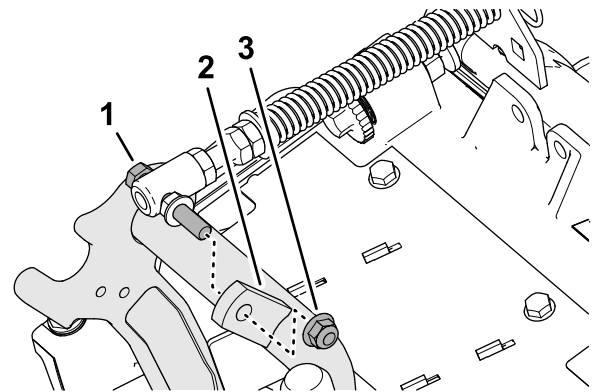

Figura 18
3. Retire la contratuercas con arandela prensada ($\frac{3}{8}$ ") que fija el tornillo del muelle de compensación del césped a la pestaña derecha del bastidor de tiro, y retire el muelle de compensación de la unidad de corte (Figura 18).